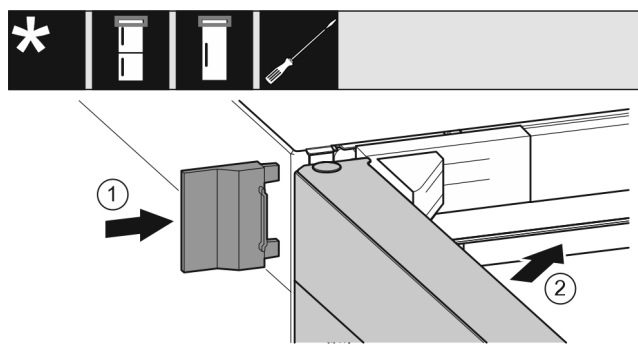

Fig. 23
- ▶ Skub den yderste afdækning Fig. 23 (1) på.
- ▶ Luk den øverste dør Fig. 23 (2).